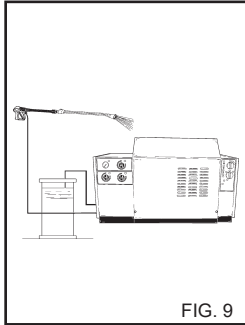

FIG. 9
3) Kun olet käyttänyt pesuainetta, huuhtelee sen syöttöpuoli; aseta pesuaineen imuletku (fig. 9) säiliöön jossa on puhdasta vettä ja anna pumpun käydä 1 minuutin ajan annosteluhana täysin auki ja karkiosia pesuainesyöttöasennossa. Suorita toimenpide ensin, kun pesuaineen valitsin on asennossa "1" ja tämän jälkeen asennossa "2".
- 5) Kun olet käyttänyt pesuainetta, huuhtele sen syöttöpuoli; aseta pesuaineen imuletku (fig. 9) säiliöön jossa on puhdasta vettä ja anna pumpun käydä 1 minuutin ajan annosteluhana täysin auki ja karkiosa pesuainesyöttöasennossa. Suorita toimenpide ensin, kun pesuaineen valitsin on asennossa "1" ja tämän jälkeen asennossa "2".